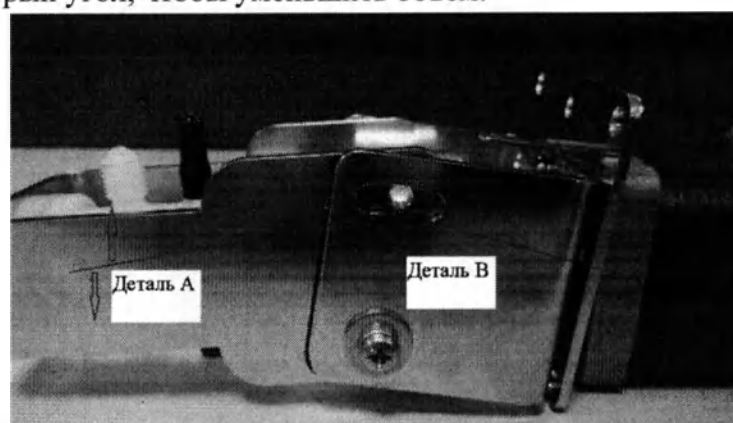

Рисунок 247.
(4) Если объем меньше 400 мкл, сначала ослабьте металлический винт (красный круг, Рисунок 247) и переместите деталь А вниз, чтобы уменьшить острый угол для увеличения объема. Если объем превышает 400 мкл, сначала ослабьте металлический винт (красный круг) и переместите деталь А вверх, чтобы увеличить острый угол, чтобы уменьшить объем.